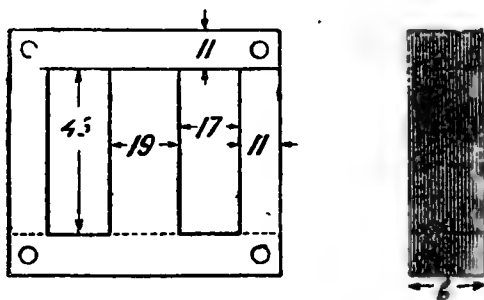

Рис. 5.
Для первого примера, если мы имеем листы магнитной цепи формы, указанной на рис. 5, причем  $a = 1,9$  см,  $z = 1,7$  см,  $u = 4,6$  см, то  $b$  найдем по формуле (16), т. е.